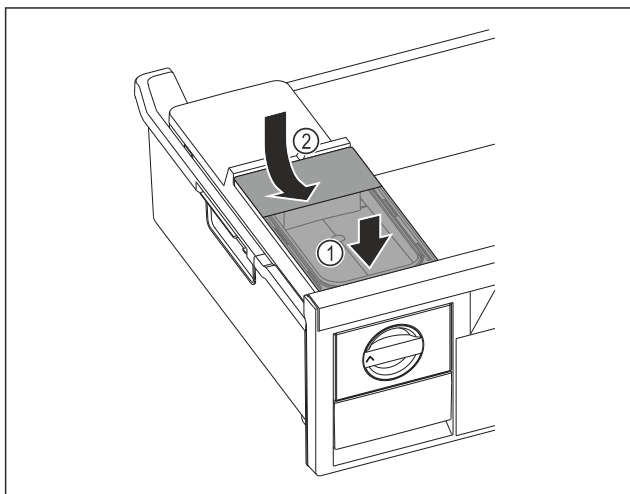

Fig. 122
- Postavite spremnik za vodu srijeda. Fig. 122 (1)
- Spustite spremnik za vodu straga. Fig. 122 (2)